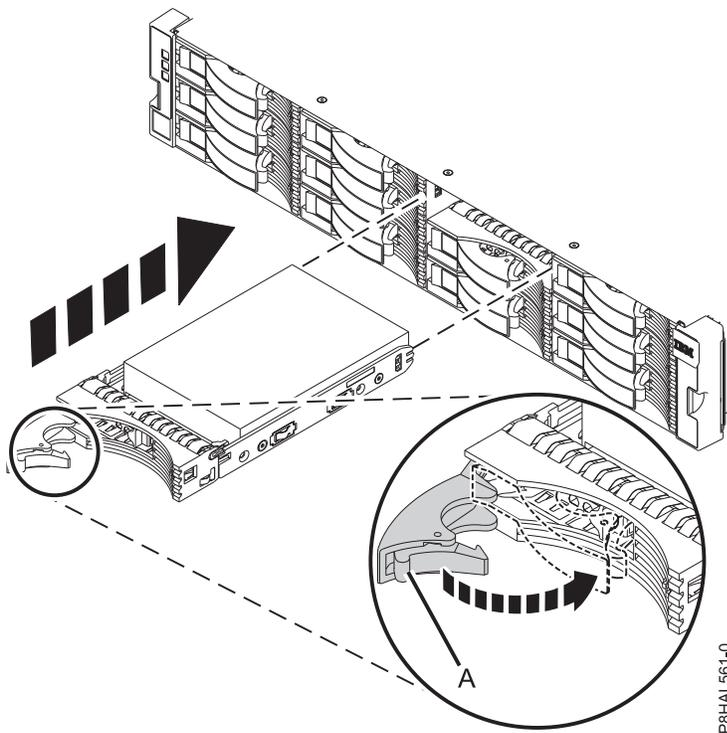
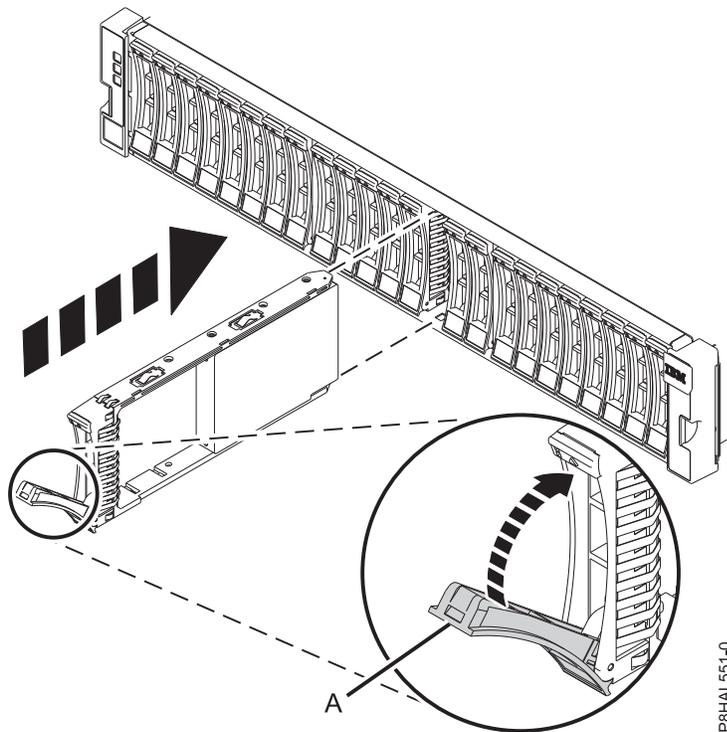

Figure 10. Installation d'une unité de disque dans l'armoire de stockage ESLL
Figure 11. Installation d'une unité dans l'armoire de stockage 5147-024 ou ESLS
3. Avec la poignée en position déverrouillée, soutenez la base de l'unité tandis que vous alignez les glissières sur le boîtier d'unité de disque. Voir figure 10, à la page 11 ou figure 11, à la page 11